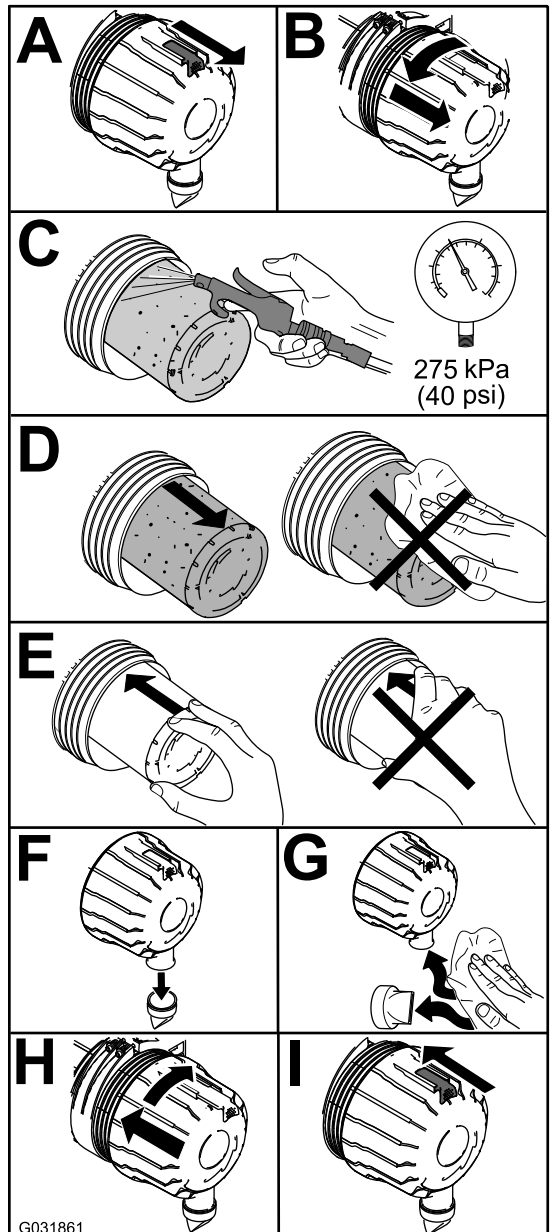

Figure 50
1. Remplacez le filtre à air (Figure 50).